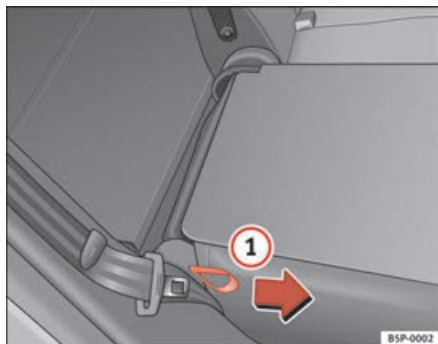

Fig. 99 Rebater ou levantar o encosto dos bancos traseiros
- Puxar a pega que se encontra na parte lateral do banco ⇒ fig. 99 ①.